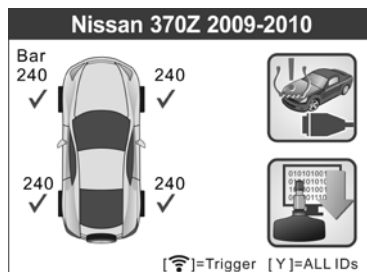

Рисунок 4.17
- 2) На экране сканера отобразится окно активации, содержащее информацию о ранее активированном датчике (см. рисунок 4.17). Используя кнопки прокрутки **вверх/вниз** и **влево/вправо**, выберите необходимое колесо, а затем нажмите **кнопку проверки**, чтобы повторно активировать датчик, или нажмите кнопку **Y**, чтобы ознакомиться с